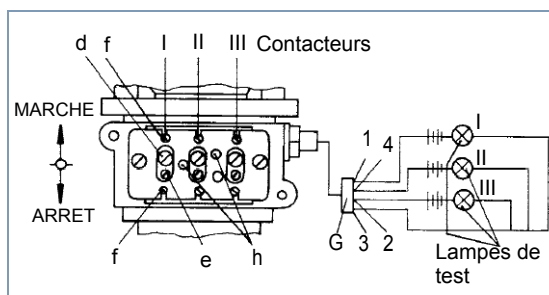

Fig. 8 Branchement des lampes de test
- Dévissez la vis d (voir fig. 8).
- Serrez le vis e jusqu'à point de déclenchement des contacteurs (voir fig. 8).
- Serrez la vis d avec un couple $M = 1,2 \text{ Nm}$ (voir fig. 8).
- Dévissez la vis f du contacteur concerné par l'allumage (voir fig. 8).
- A l'aide des vis f (voir fig. 8) déplacez le contacteur concerné de façon à éteindre la lampe puis dans l'autre sens jusqu'au point de déclenchement de l'allumage.
- Insérez la plaque 461 908 107 4 dans les trous h (voir fig. 8).